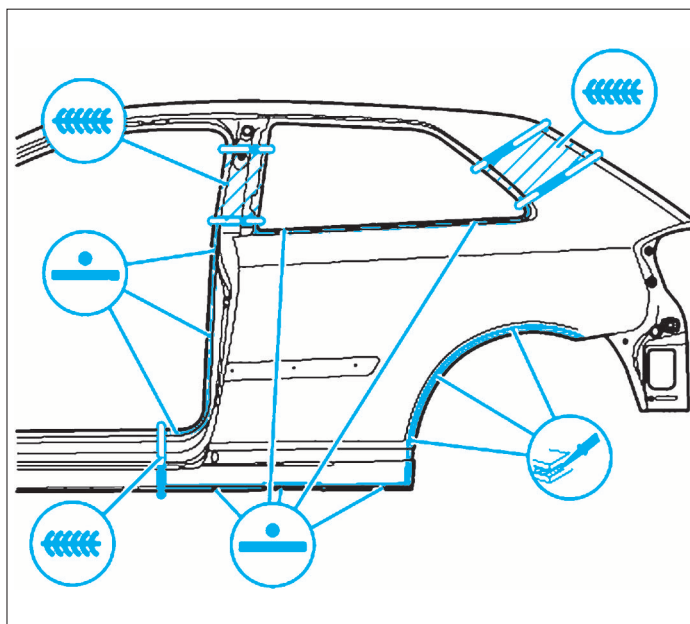

FIG. 28
- Souder le panneau latéral, soudure par points (Fig.28).